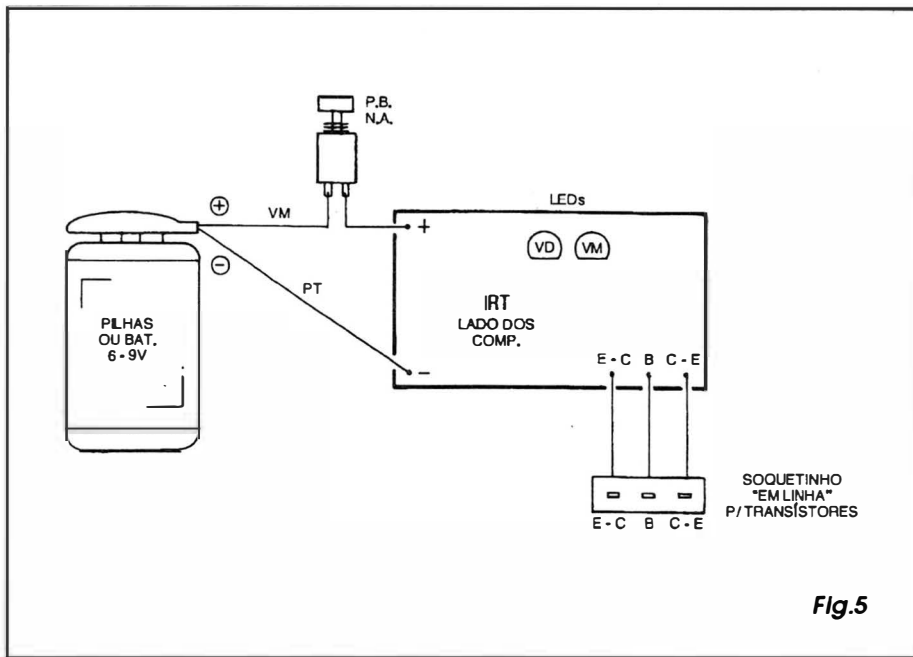

Fig.5
- FIG. 5 - CONEXÕES EXTERNAS À PLACA - Ainda observado pela face não